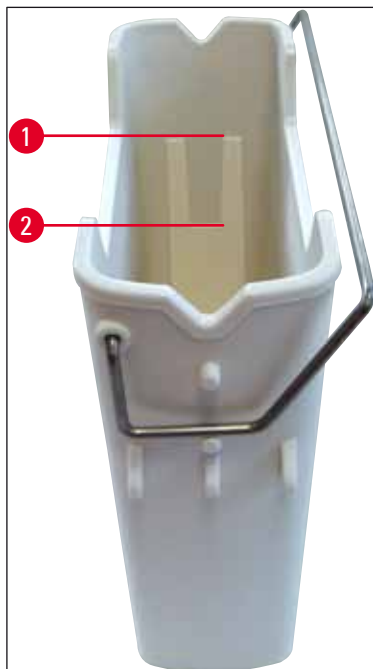

Fig. 17
- » Controlați amplasarea corectă a cadrelor cuvelor de reactivi la cuva de reactivi. Dacă nu este cazul, fixați cadrul în conformitate cu (→ Fig. 17).